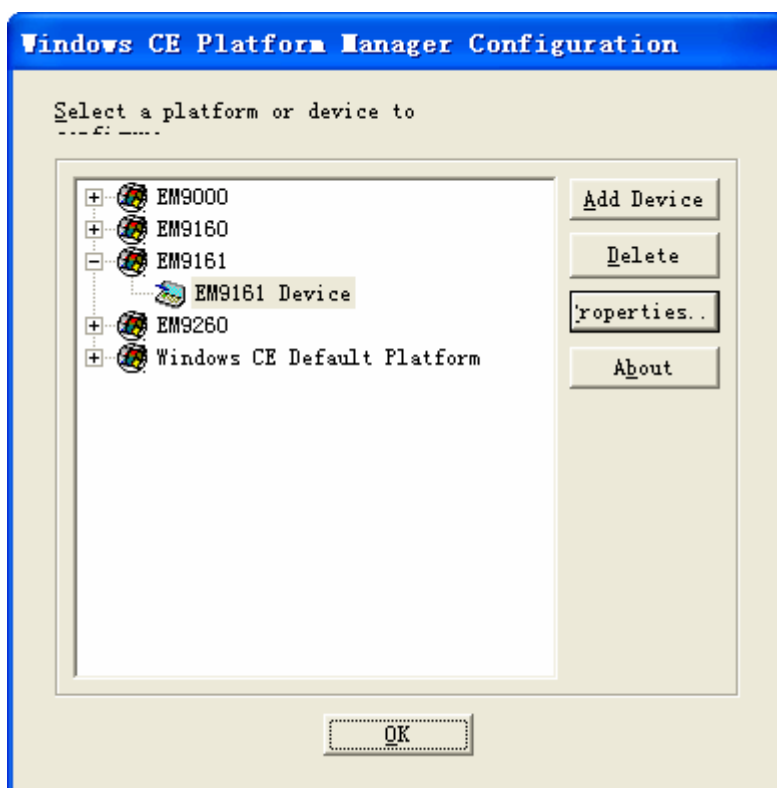

图 3-17 修改英创 ARM9 嵌入式模块的配置
4、在打开的对话框中选择目标设备（如：**EM9161 Device**），然后选择右边的 **Properties...**，如图 3-17。